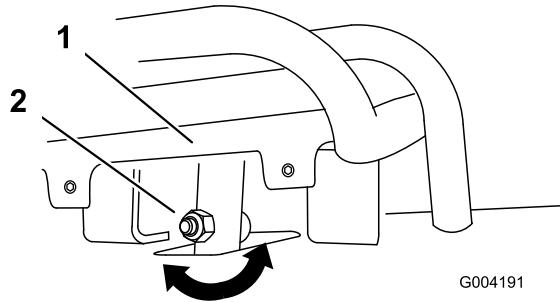

Figura 67
4. Si la parte delantera del control de tracción no queda enrasada con y paralela a la barra de referencia, afloje la tuerca con arandela prensada y el perno del tubo del control de tracción (Figura 67).
5. Ajuste el control de tracción hasta que quede enrasado con la barra de referencia al tirar del mismo hacia atrás del todo (Figura 67 y Figura 68).